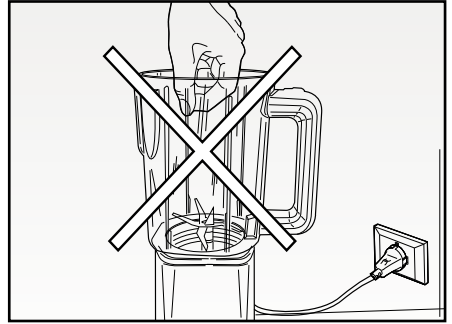

Fig. 7
14. Non inserire mai le mani nella tazza quando l'apparecchio è collegato alla rete elettrica (Fig. 7). Servirsi sempre del premicibo.